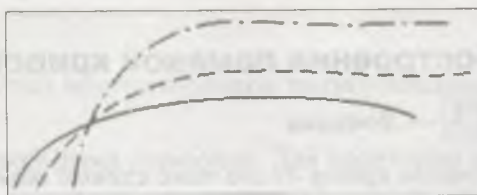

Рис. 6.21. Сплайны с различными способами внутренней параметризации
Выбранный способ влияет на форму кривой (см. рис. 6.21).
- ◆ ЛК мыши задайте опорные точки, через которые должна пройти кривая (рис. 6.21). Их координаты появляются в окнах **Вершины** на панели **Параметры**;